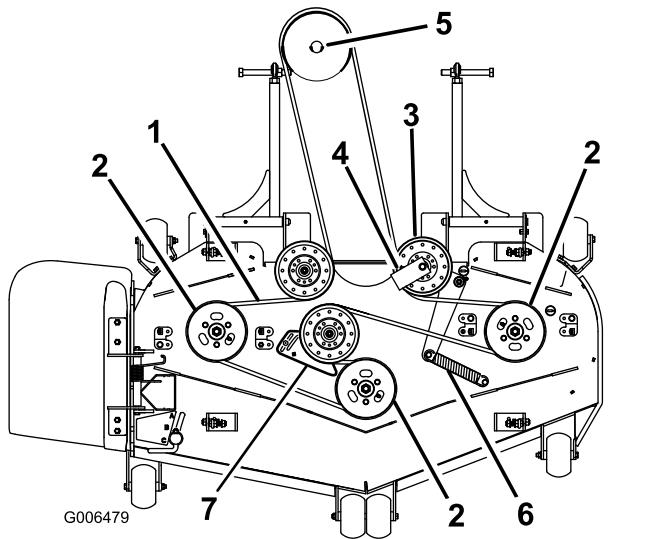
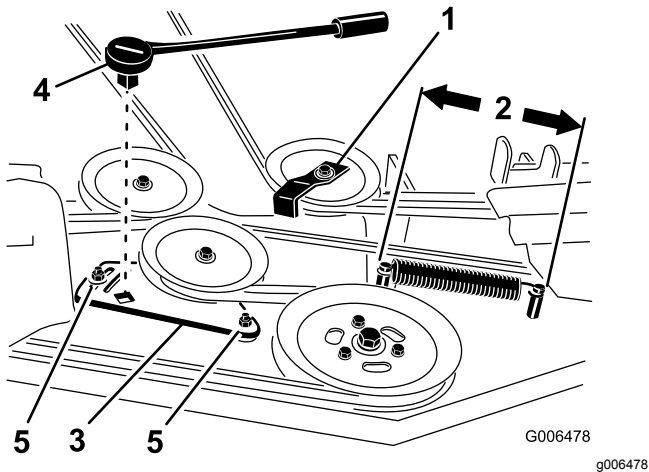

Figure 75
Figure 77
4. Pour les tabliers de 183 cm (72 po), desserrez les boulons de fixation de la plaque de la poulie de tension (Figure 77).
6. Enlevez le guide de courroie de la poulie de tension rappelée par ressort, comme montré à la Figure 75 et la Figure 77.
8. Acheminez la courroie neuve autour des poulies du tablier de coupe et de la poulie du boîtier d'engrenages, sous le moteur (Figure 75).
9. Montez le guide de courroie sur la poulie de tension rappelée par ressort à un angle de 45 degrés comme montré à la Figure 75 et la Figure 77. Serrez le boulon à un couple de 37 à 45 N·m (27 à 33 pi-lb).
10. Montez le ressort de la poulie de tension sur les 2 ergots (Figure 75 et Figure 77).
4. Mesurez la longueur du ressort (Figure 77). Si elle est comprise entre 10 et 26 cm (25,4 et 10¼ po), d'un ergot à l'autre, aucun réglage n'est nécessaire.
5. Desserrez les boulons de fixation de la plaque du bras de tension (Figure 77).
6. Insérez un manche à rochet ou une barre de levier dans le trou carré de la plaque pour régler la tension (Figure 77).
7. Tournez le manche à rochet ou la barre de levier pour déplacer la plaque jusqu'à ce que la longueur du ressort atteigne 25,4 à 26 cm (10 à 10-1/4 po) entre les ergots, comme montré à la Figure 77.
8. Tout en maintenant la courroie tendue, serrez les boulons de fixation de la plaque du bras de tension (Figure 77).